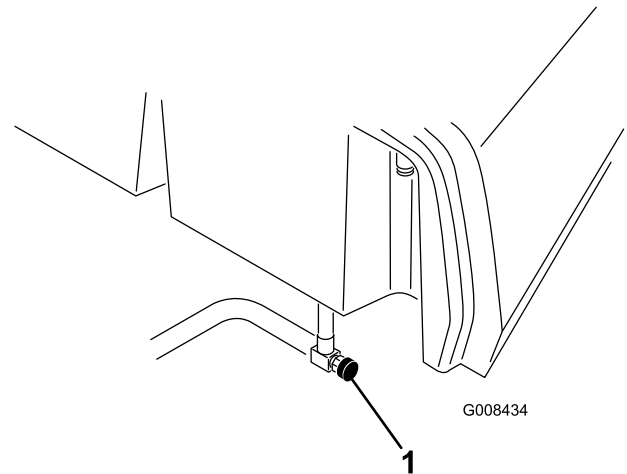

Figura 40
1. Feche a válvula de corte de combustível (Figura 40) por baixo do depósito de combustível.